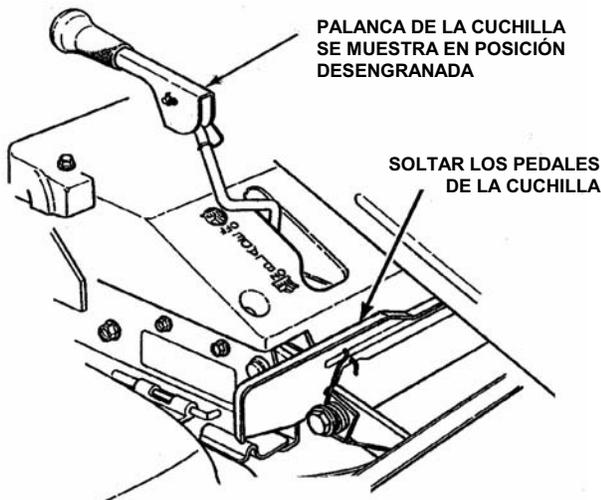

FIGURE 2.4
2. Assurez-vous que le levier d'embrayage de la lame est en position débrayée (OFF). Voir la figure 2.4.